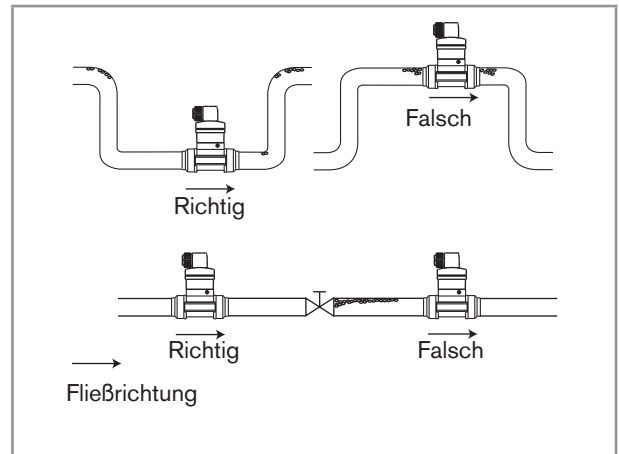

Bild 3: Zusätzliche Installationsempfehlungen
- Die Bildung von Luftblasen in der Rohrleitung vermeiden (siehe Bild 3).